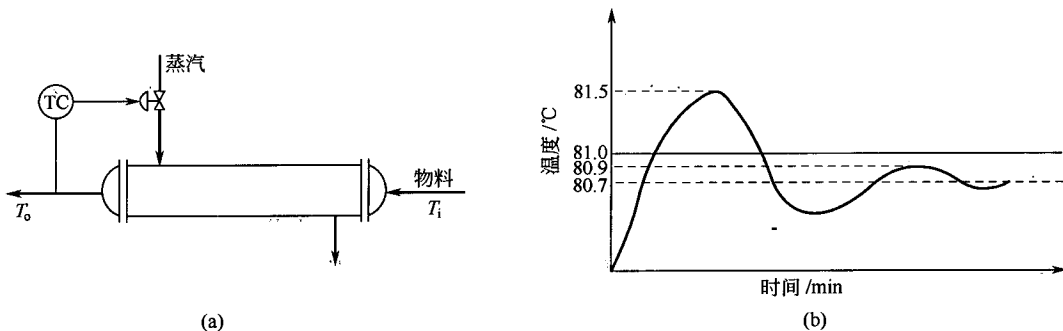

图 1-22 蒸汽加热器温度控制
10. 图 1-22 (a) 是蒸汽加热器的温度控制原理图。试画出该系统的方块图, 并指出被控对象、被控变量、操纵变量和可能存在的干扰是什么? 现因生产需要, 要求出口物料温度从  $80^\circ\text{C}$  提高到  $81^\circ\text{C}$ , 当仪表给定值阶跃变化后, 被控变量的变化曲线如图 1-22 (b) 所示。试求该系统的过渡过程品质指标: 最大偏差、衰减比和余差 (提示: 该系统为随动控制系统, 新的给定值为  $81^\circ\text{C}$ )。
由图 1-22 (b) 可知, 该系统的最大偏差  $A = 81.5 - 81 = 0.5^\circ\text{C}$ ; 第一个波峰值为  $81.5 - 80.7 = 0.8^\circ\text{C}$ , 第二个波峰值为  $80.9 - 80.7 = 0.2^\circ\text{C}$ , 因此衰减比  $n = 0.8 : 0.2 = 4 : 1$ ; 余差为  $80.7 - 81.0 = -0.3^\circ\text{C}$ 。